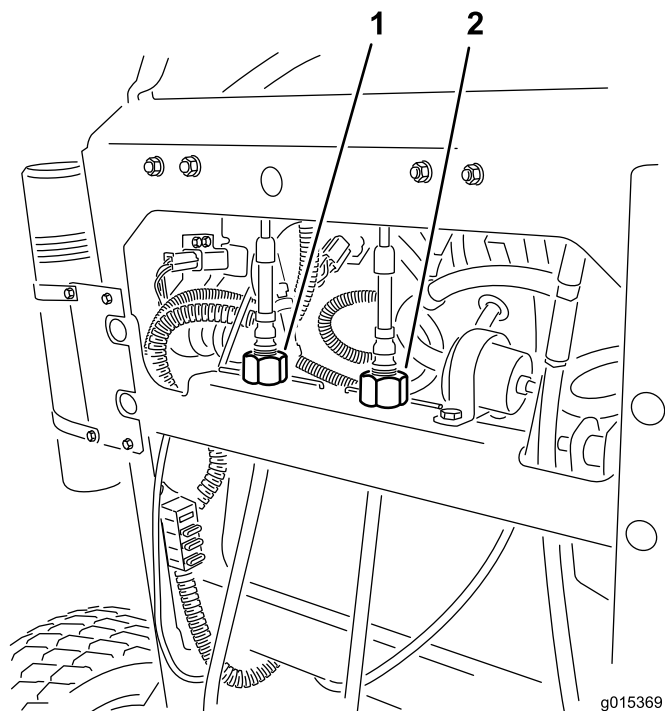

Figure 57
4. Tournez le dispositif de réglage du câble droit pour placer la commande de déplacement droite au centre de la fente de verrouillage au point mort sur le panneau de commande (Figure 57).